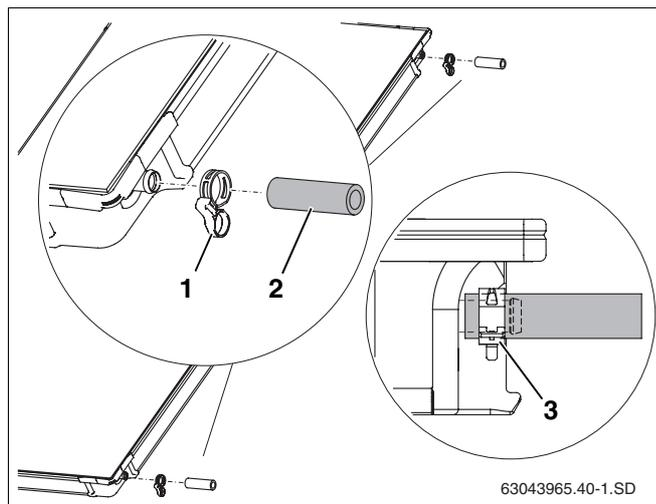

Fig. 42 Prémonter le kit de connexion sur le deuxième capteur
- Glissez les tubes solaires de 95 mm (fig. 42, **pos. 2**) sur les raccords droits du deuxième capteur ainsi que de tous les capteurs suivants.
- Glissez les brides du compensateur (fig. 42, **pos. 1**) sur le tube solaire (la deuxième bride assurera le raccordement du capteur suivant).
- Une fois la bride placée correctement, serrez l'anneau de sécurité pour fixer la connexion (fig. 42, **pos. 3**).